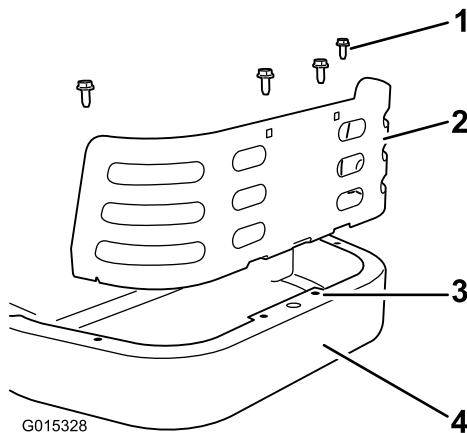

Bild 10
1. Befestigen Sie das hintere Schutzblech am Rahmen hinter dem Motor (Bild 10). Fluchten Sie die Löcher in den Laschen am Schutzblech mit den vorhandenen Löchern im Hinterrahmen aus.
2. Befestigen Sie das Schutzblech mit vier Blechschauben ((5/16 x 3/4 Zoll)) am Rahmen, wie in Bild 10 dargestellt.